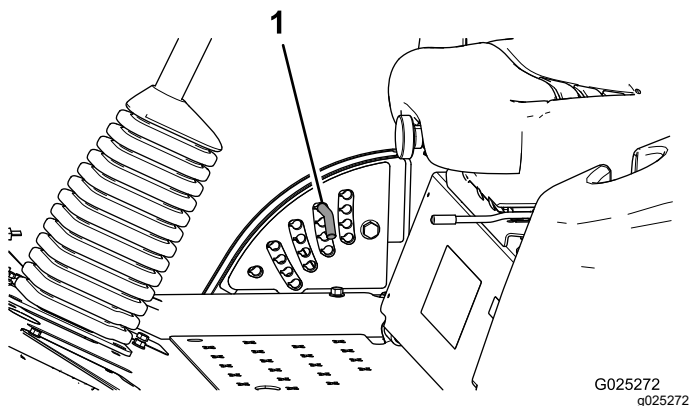

Figure 4
2. Tournez la goupille de butée jusqu'à ce que la saillie soit en face des trous du support de hauteur de coupe et retirez-la (Figure 4).
3. Placez la goupille dans le trou du support correspondant à la hauteur de coupe voulue et tournez-la pour la verrouiller en place (Figure 4).
Remarque: Il y a 4 rangées de trous (Figure 4). La première rangée donne la hauteur de coupe indiquée au-dessus de la goupille. La deuxième rangée donne la hauteur indiquée plus 6 mm. La troisième rangée donne la hauteur indiquée plus 12 mm. La dernière rangée donne la hauteur indiquée plus 18 mm. Un seul trou, situé dans la deuxième rangée, correspond à la hauteur 127 mm. Il n'ajoute pas 6 mm à la hauteur de 127 mm.